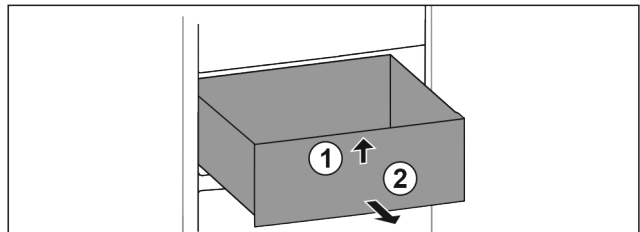

Fig. 33
- ▶ Lade aan de voorkant optillen. Fig. 33 (1)
- ▶ Lade naar voren toe verwijderen. Fig. 33 (2)